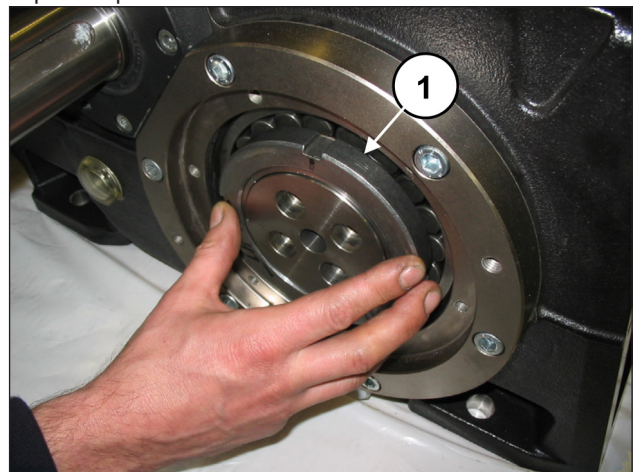
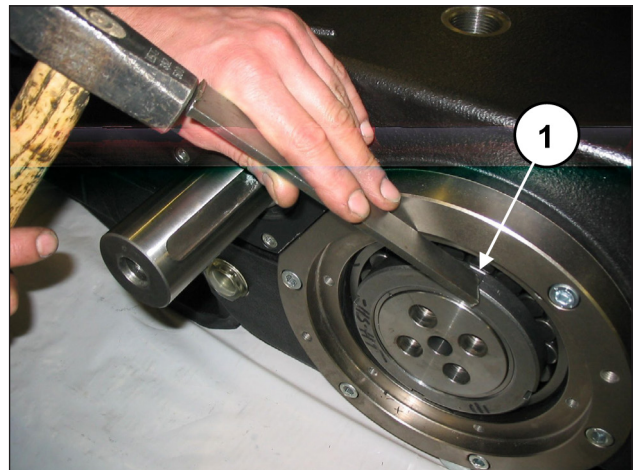

Fig. 15
Fig. 16
Sur un côté, visser une bague type SKF KM20 sur la douille de pression (rep. ①, Fig. 15) puis débloquer la douille à l'aide d'un outil à inertie (rep. ①, Fig. 16) sans la dégager. Répéter l'opération de l'autre côté.